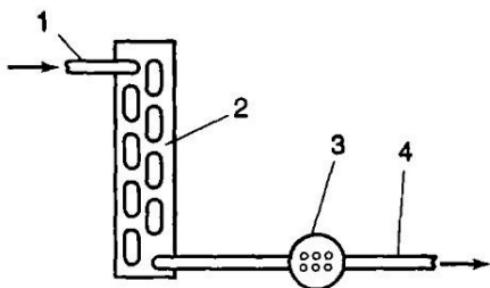

Рис. 113. Проверка зарядки системы хладагентом с применением смотрового стекла:
9.2.2. Следят за потоком хладагента через смотровое стекло (рис. 113), например, с помощью переносного освещения.